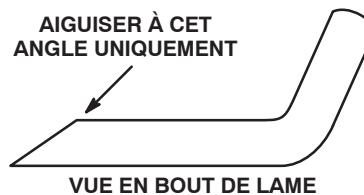

Figure 35
3. Examinez les tranchants de toutes les lames et aiguisez-les s'ils sont émoussés ou ébréchés. N'aiguisez que le haut du tranchant et conservez l'angle de coupe d'origine pour obtenir une coupe nette (Fig. 35). Limez la même quantité de métal sur chacun des deux tranchants pour ne pas déséquilibrer la lame.